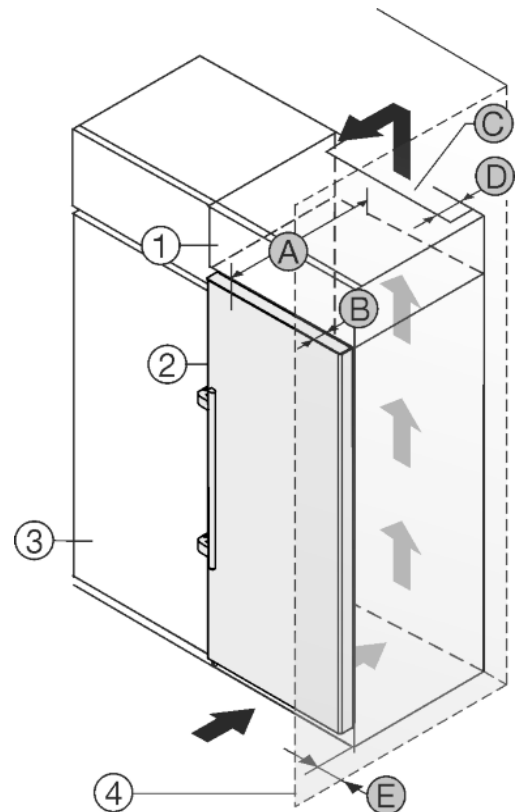

Fig. 23
L'apparecchio può essere incassato in mobili da cucina. Per adattare l'apparecchio *Fig. 23 (2)* all'altezza della cucina componibile, è possibile applicare sopra l'apparecchio un mobile da appoggio *Fig. 23 (1)*.
L'apparecchio può essere installato direttamente accanto al mobile da cucina *Fig. 23 (3)*. Per poter aprire completamente la porta, l'apparecchio deve sporgere almeno della profondità *Fig. 23 (B)* rispetto al frontale del mobile da cucina. L'apparecchio può sporgere ulteriormente a seconda della profondità dei mobili da cucina e dell'uso di distanziatori a parete.
- Sul retro del mobile da appoggio deve essere presente un vano di uscita dell'aria con la profondità *Fig. 23 (D)* sull'intera larghezza del mobile da appoggio.
- Sotto al soffitto del locale deve essere rispettata la sezione di ventilazione *Fig. 23 (C)*.
Se l'apparecchio è installato con le cerniere accanto ad una parete *Fig. 23 (4)*, deve essere rispettata la distanza *Fig. 23 (E)* tra apparecchio e parete, che corrisponde alla sporgenza della maniglia con la porta aperta.